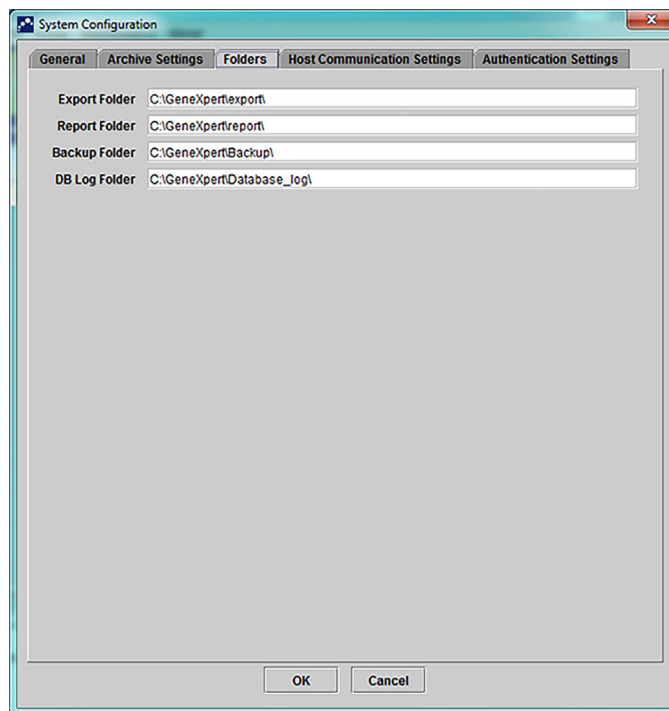

Figura 2-80. Caseta de dialog Configurare sistem (Fila Foldere)
2. Faceți clic pe fila **Foldere (Folders)**. Apare fila **Foldere (Folders)**. Consultați Figura 2-80.